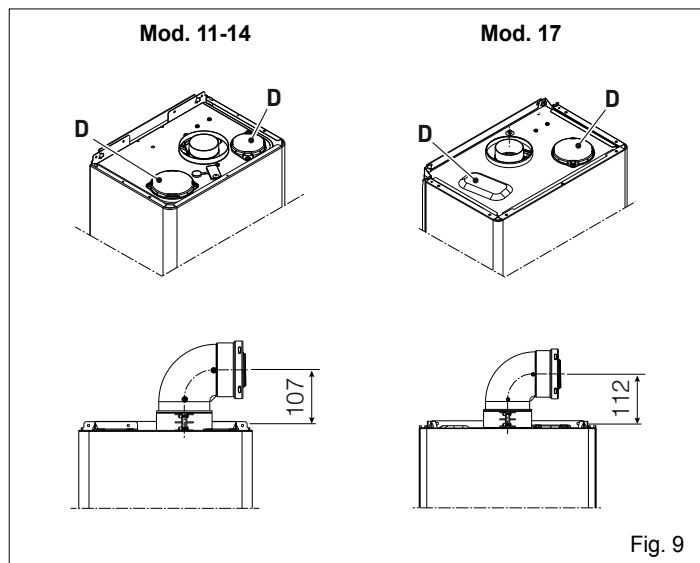

Fig. 9
Lo scaldabagno viene fornito predisposto per essere collegato a condotti di scarico/aspirazione coassiali e con l'apertura per l'aspirazione aria (D) chiusa (Fig. 9).